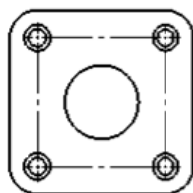

图 6.2.11 线性中心符号线
- ☒  (线性中心符号线) 按钮：选中此按钮后，在图形区选取两个或两个以上的圆弧或圆，即可创建出图 6.2.11 所示的线性中心符号线。